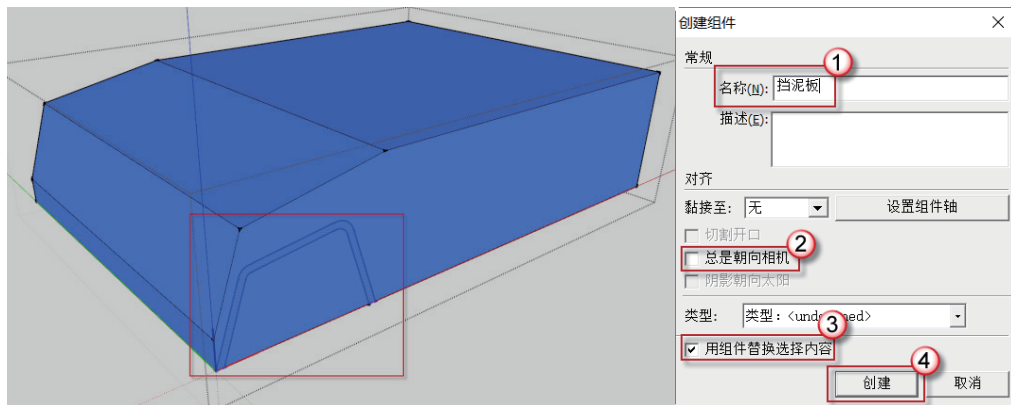

图 2.16 创建组件
(6) 创建组件。选中红色方框内的蓝色区域，双击选中与面相邻的边线，再右击蓝色区域，在弹出的快捷菜单中选择“创建组件”命令，弹出“创建组件”对话框。在“名称”栏中输入“挡泥板”字样，取消“总是朝向相机”复选框的勾选，勾选“用组件替换选择内容”复选框，单击“创建”按钮完成组件的创建，如图 2.16 所示。